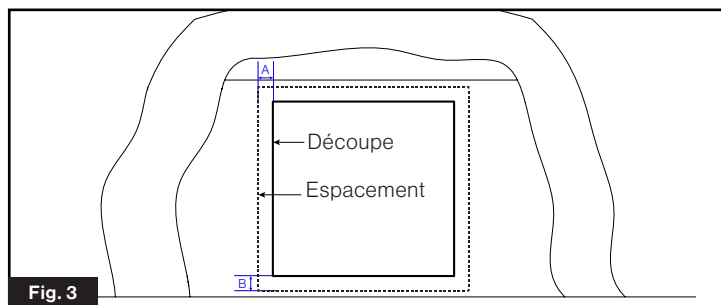

Fig. 3
- Reportez-vous à la Fig. 3 afin de savoir l'espacement adéquat entre les autres éléments du mur du véhicule récréatif et l'assemblage de la porte.